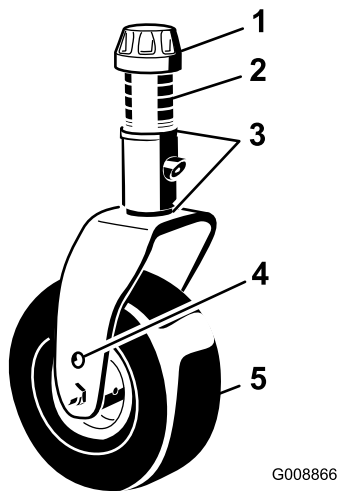

Figura 29
3. Ajuste los suplementos de 3 mm de las horquillas de las ruedas giratorias delanteras hasta que la altura de corte se corresponda con la marca de la pegatina (Figura 29); consulte Ajuste de la inclinación de la carcasa de corte \(página 80\).